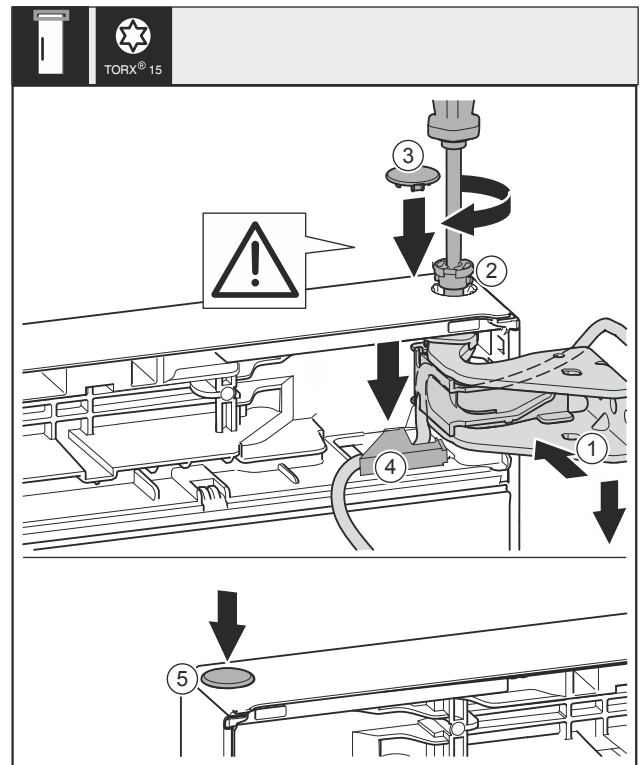

Fig. 31
- Allineare la porta superiore all'apertura nel blocco di supporto Fig. 31 (1).
- Inserire i perni Fig. 31 (2) e stringerli con un cacciavite.
- Montare la copertura del fusibile sul fusibile della porta: Inserire la copertura del fusibile Fig. 31 (3) e controllare se appoggia sulla porta. Altrimenti inserire completamente i perni.
- Inserire la copertura Fig. 31 (4) e spingere verso il basso, finché non si innesta.
- Inserire il tappo Fig. 31 (5).